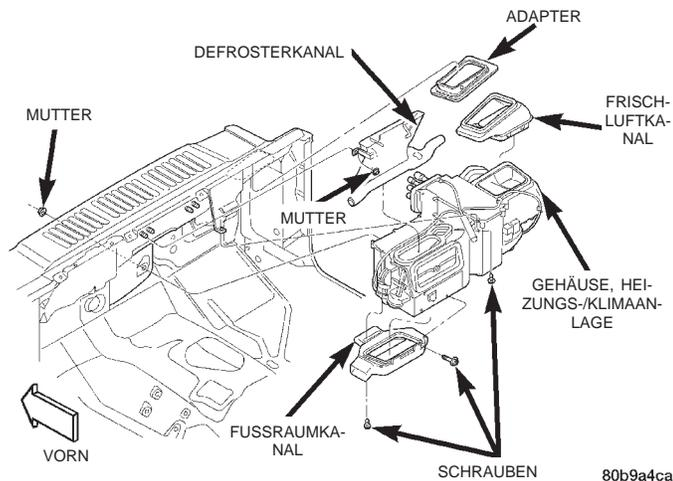

Abb. 48 Gehäuse der Heizungs-/Klimaanlage aus- und einbauen
(1) Batterie-Minuskabel (-) abklemmen und elektrisch isolieren.
(2) Instrumententafel ausbauen. Näheres hierzu siehe Kapitel 8E, "Instrumententafel und Anzeigeelemente".
(3) Bei Fahrzeugen ohne Klimaanlage weiter mit Schritt 6. Bei Fahrzeugen mit Klimaanlage das Kältemittel wie in diesem Kapitel beschrieben mit einer geeigneten Kältemittel-Auffangvorrichtung aus der Klimaanlage ablassen.
(4) Die Kupplung der Flüssigkeitsleitung von der Einlaßleitung des Kondensators abbauen. Näheres hierzu siehe Abschnitt "Federschloßkupplungen" in diesem Kapitel. Alle offenen Anschlüsse von Kältemittelleitungen mit Stopfen oder mit Klebeband verschließen.
(5) Kupplung der Einlaßleitung des Kältemittelsammlers von der Auslaßleitung des Kondensators abbauen. Näheres hierzu siehe Abschnitt "Federschloßkupplungen" in diesem Kapitel. Alle offenen Anschlüsse von Kältemittelleitungen mit Stopfen oder mit Klebeband verschließen.
(6) Motorkühlmittel ablassen. Näheres hierzu siehe Kapitel 7, "Kühlsystem".
(7) Heizungsschläuche von den Leitungen des Wärmetauschers abbauen. Näheres hierzu siehe Kapitel 7, "Kühlsystem". Alle offenen Anschlüsse von Leitungen mit Stopfen oder mit Klebeband verschließen.
(8) Die Unterdruckleitung der Heizungs-/Klimaanlage vom T-Stück neben den Leitungen des Wärmetauschers abbauen.
(9) Die fünf Befestigungsmuttern des Gehäuses der Heizungs-/Klimaanlage motorraumseitig von den Stehbolzen an der Spritzwand lösen (Abb. 48). Nach Bedarf die Befestigungselemente der Batterie lockern und die Batterie versetzen, um den Zugang zu erleichtern. Näheres hierzu siehe Kapitel 8A, "Batterie".
(10) Ablassschlauch des Luftkastens vom Befestigungsstehbolzen des Gehäuses der Heizungs-/Klimaanlage an der Spritzwand direkt hinter dem Zylinderkopf abbauen.